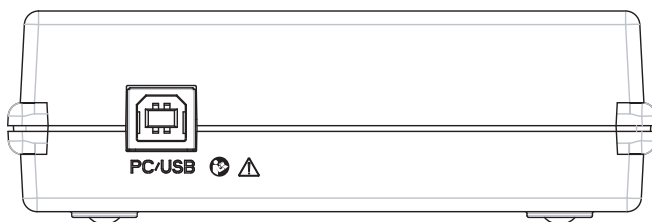

Fig. 1
- Ligue o conector USB que se encontra na parte posterior do HI-PRO 2 a uma porta USB de um computador pessoal (PC) através do cabo USB fornecido. Ver a Fig. 1